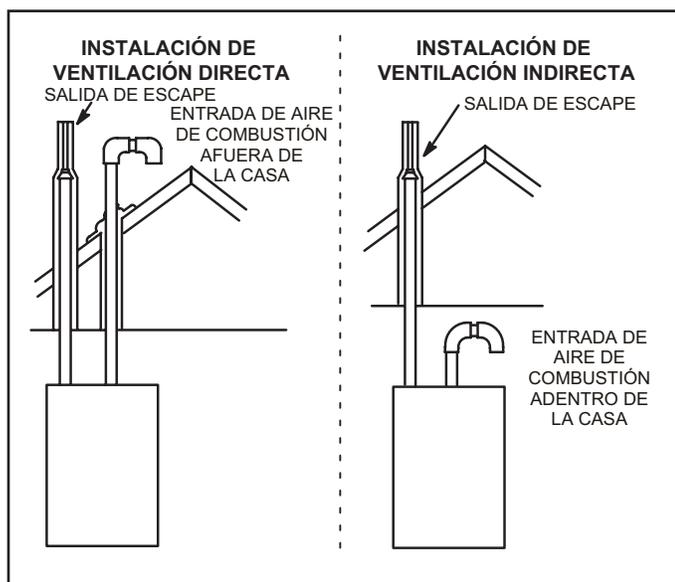
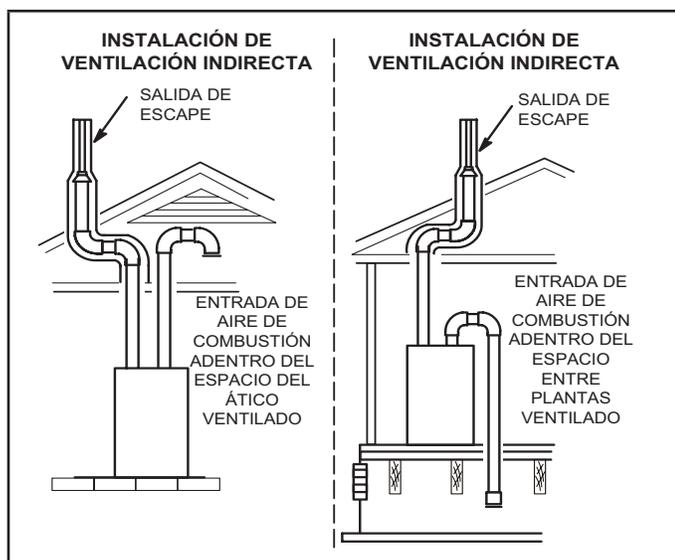

Figura 1
Figura 2
**NOTA:** En las instalaciones de ventilación directa, el aire de combustión se toma de afuera y los gases de combustión se descargan afuera. En las instalaciones de ventilación indirecta, el aire de combustión se toma de adentro o del ático o espacio entre plantas ventilado y los gases de combustión se descargan afuera. Ver la Figura 1 y la Figura 2.